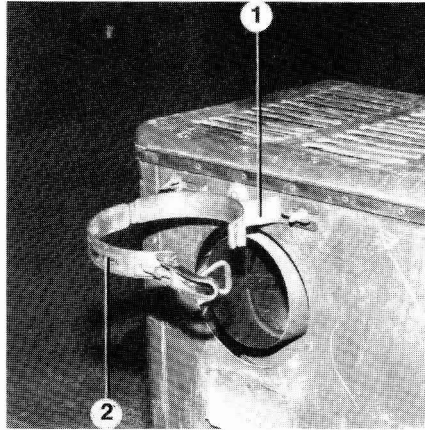

Bild 25
- Rohr und Kniehalterung (25/1) mit zwei Flügelmutter an der Gehäuserückwand befestigen (Bild 25), Schellenhälfte (25/2) aufklappen.